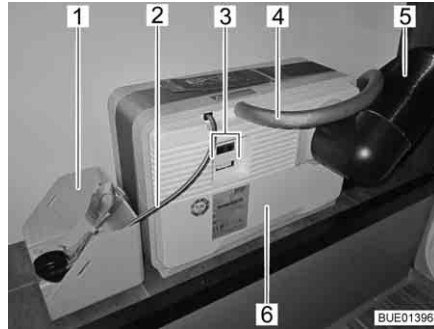
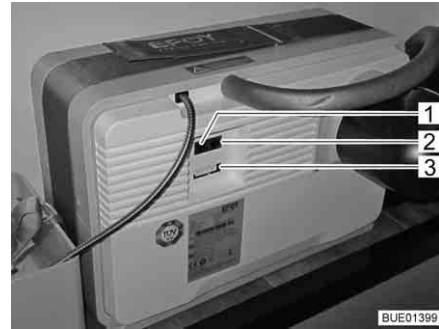
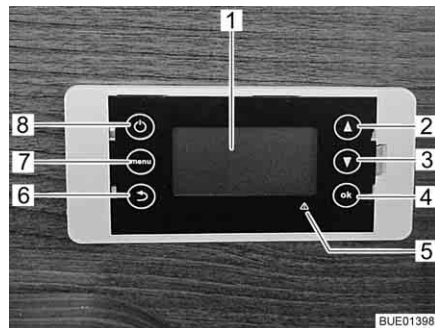

Bild 134 Bränslecell med tankpatron
Bild 135 Anslutningsfält bränslecell
Bild 136 Kontrollenhet bränslecell
Bränslecellen består av flera komponenter, som är monterade i det bakre bagageutrymmet (Bild 134), och en kontrollenhet (Bild 136) i bodelen.
På bränslecellen (Bild 134,6) finns:
- anslutningen för frånluftsslangen (Bild 134,4) resp. påfyllningsöppningen för servicevätskan
- värmeavledningsröret (Bild 134,5)
- elanslutningar (Bild 134,3) med datagränssnitt (Bild 135,2), apparatanslutning (Bild 135,3) och anslutning för kontrollpanelen (Bild 135,1)
Till bränslecellen hör en tankpatron, som kopplas till bränslecellen (Bild 134,6) via tankanslutningen (Bild 134,2).
Tankpatronen är fastsurrad i tankpatronhållaren (Bild 134,1).
Bränslecellen laddar automatiskt bodelsbatteriet när bodelsbatteriets spänning sjunker under 12,3 V och bränslecellen har aktiverats med på/av-knappen (Bild 136,8).
Displayen (Bild 136,1) på kontrollenheten har fyra rader.
Med menyknappen (Bild 136,7) kan huvudmenyn öppnas:
Vid fel lyser den röda felindikeringen (Bild 136,5) och ett meddelande visas på displayen. Meddelandet består av en felkod och anvisningar för hur felet kan åtgärdas.